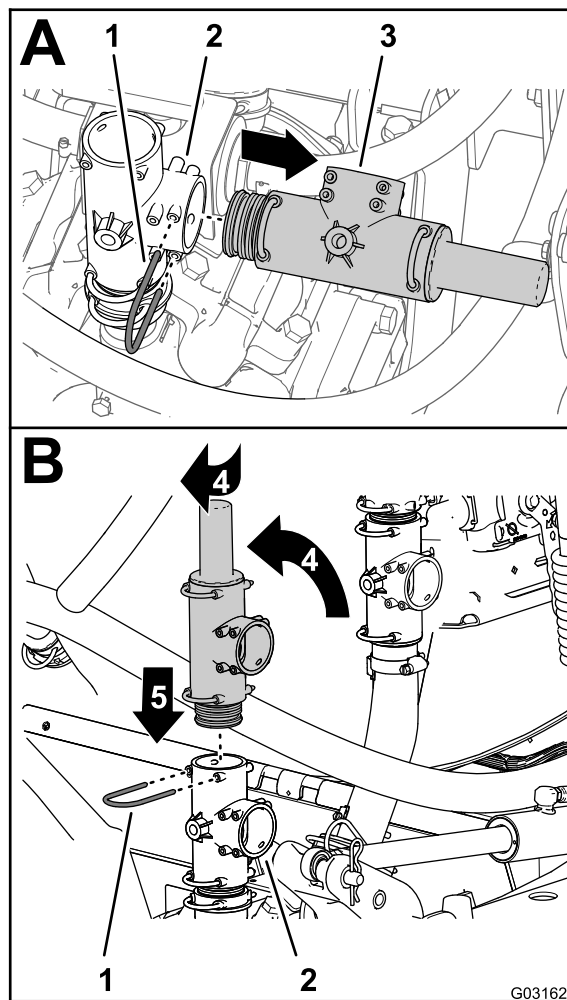

Figura 4
1. Retire la horquilla de retención que sujeta la válvula de alivio de presión al acoplamiento en T en la bomba del fumigador, y retire la válvula de alivio (Figura 4).
2. Gire la válvula de alivio de presión hacia arriba, tal y como se muestra en la Figura 4.
3. Inserte la válvula de alivio de presión en la parte superior del acoplamiento en T hasta que la válvula esté totalmente asentada (Figura 4).